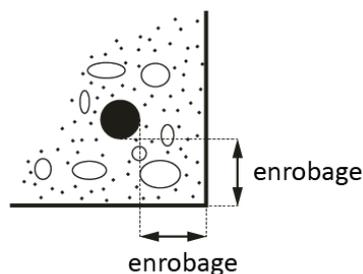

Figure 38 : Croquis de l'enrobage
- Par enrobage, on entend la distance nette entre la barre et le parement du béton, tel qu'indiquée à la Figure 38. Lors du calcul de la hauteur utile, cet enrobage et 10 mm supplémentaires, permettant de tenir compte de l'épaisseur des barres d'armature (qui, à ce stade, ne sont pas connues), sont soustraits de la hauteur réelle de la poutre.